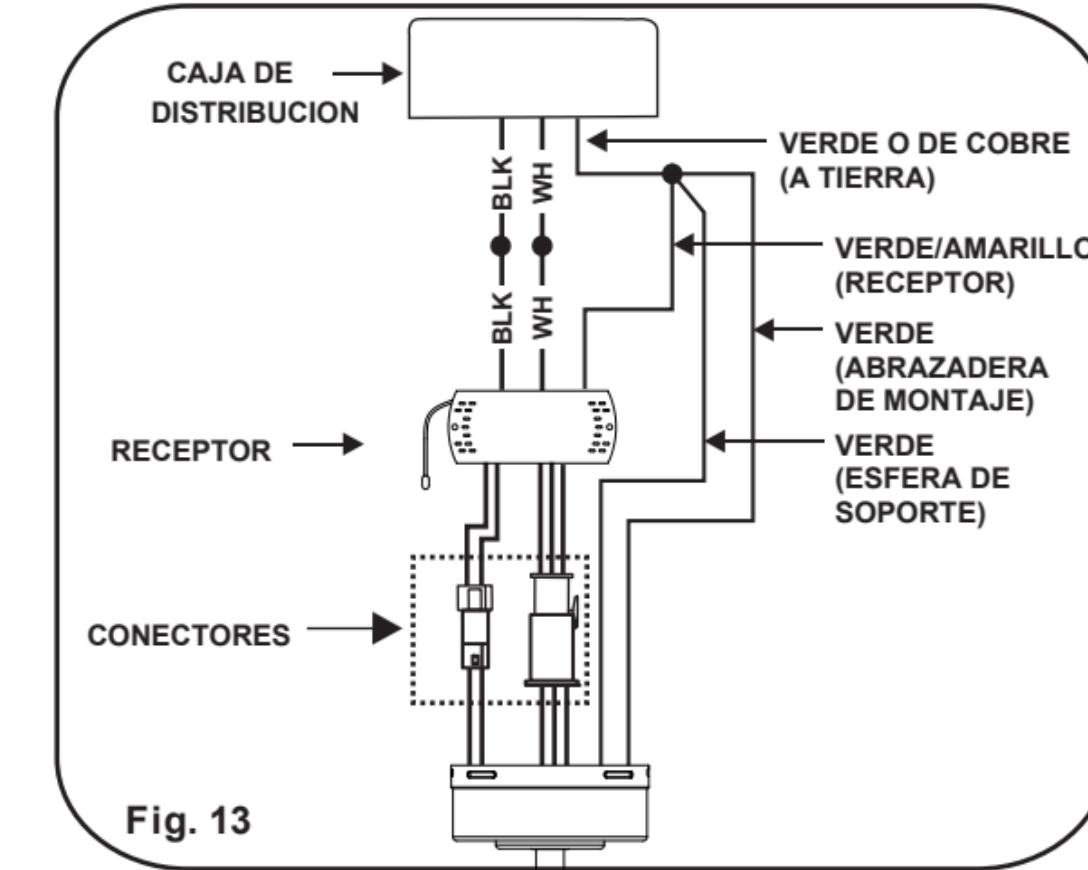

Fig. 13
Paso 2. Conexiones eléctricas del motor al receptor: Asegúrese de unir los conectores de 2 y 4 pines del receptor y el ventilador. (Fig.13)
Paso 3. Haga las conexiones de la caja de distribucion a el Receptor de la manera siguiente; Conecte el Alambre blanco (neutral) de la caja de distribucion al alambre blanco marcado "AC in N" del receptor. Conecte el Alambre Negro (corriente) de la caja de distribucion al alambre Negro marcado "AC in L" del Receptor. Asegure las conexiones con los conectores de plastico proveidos. (Fig. 13)
Paso 4. Si su caja de salida tiene un cable de TIERRA (verde o cobre desnudo), conecte este cable a los cables de tierra del receptor, la bola de suspensión y el soporte de suspensión. Si su caja de salida no tiene un cable de tierra, conecte los cables de tierra del receptor, la bola de suspensión y el soporte de suspensión juntos. Asegure la conexión del cable con la tuerca de cable de plástico provista. (Fig. 13)